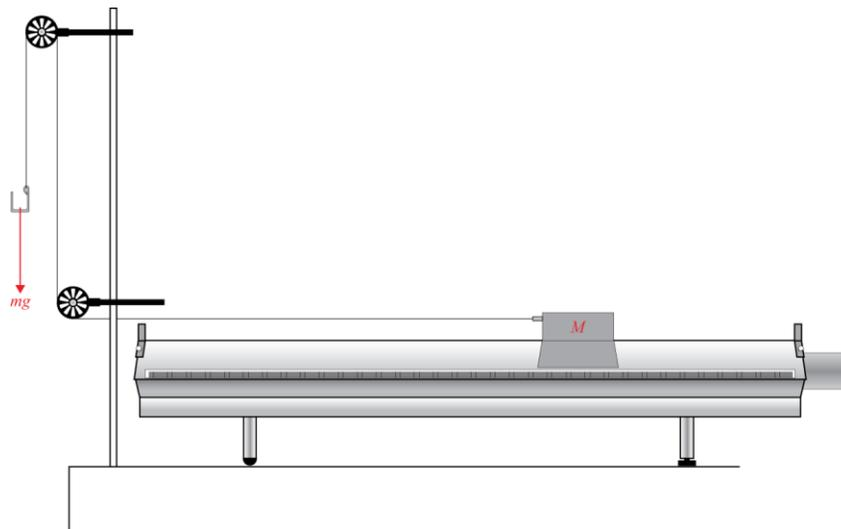

Figure 2 – Chariot tiré par une force constante sur un rail à coussin d'air horizontal
Dans cette partie de l'expérience illustrée à la Figure 2, nous allons étudier le mouvement d'une masse (le chariot) soumise à une force constante. Cette force est générée par de petites masses en chute libre, m , (5 - 25 g). L'équation de force peut être écrite comme $F = mg = (M + m)a$ (Eq. 4), où M est la masse du chariot. L'accélération gravitationnelle peut être obtenue à partir de la pente d'un graphique de a vs. $m/(M + m)$.
Étape 1. Enlever les disques sous la patte du rail. Pour cette expérience, nous travaillerons avec un rail horizontal (voir Figure 2).
Étape 3. Placez le chariot sur le rail à l'extrémité des poulies. Attachez la corde au chariot et enfiler la corde autour des poulies comme à la Figure 2. Mesurez la masse du crochet et attachez-le à l'autre bout de la corde. Le crochet doit alors être suspendu environ 2 cm au-dessus du sol.